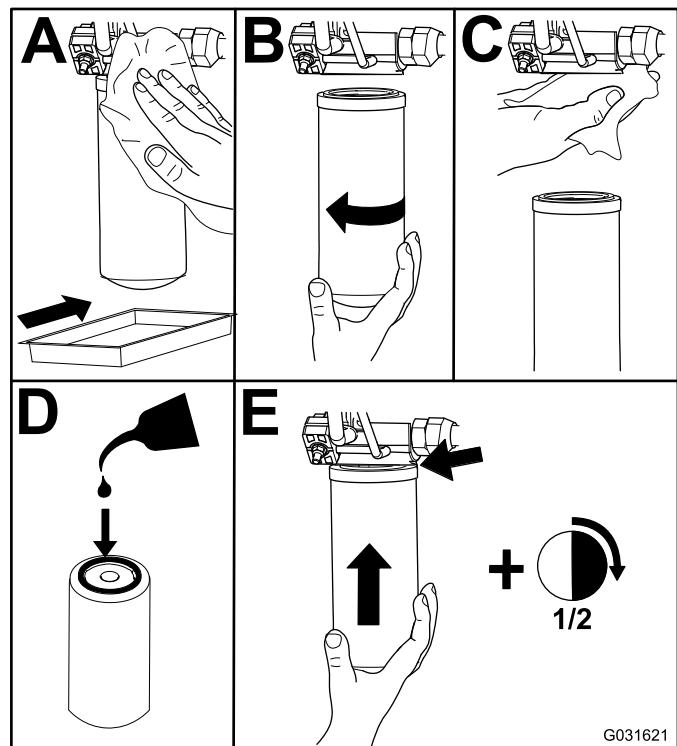

Figura 68
2. Sustituya el filtro hidráulico de carga en el compartimento de elevación hidráulico, tal y como se muestra en la Figura 68.
4. Sustituya el filtro de retorno a la derecha de la máquina (Figura 68).